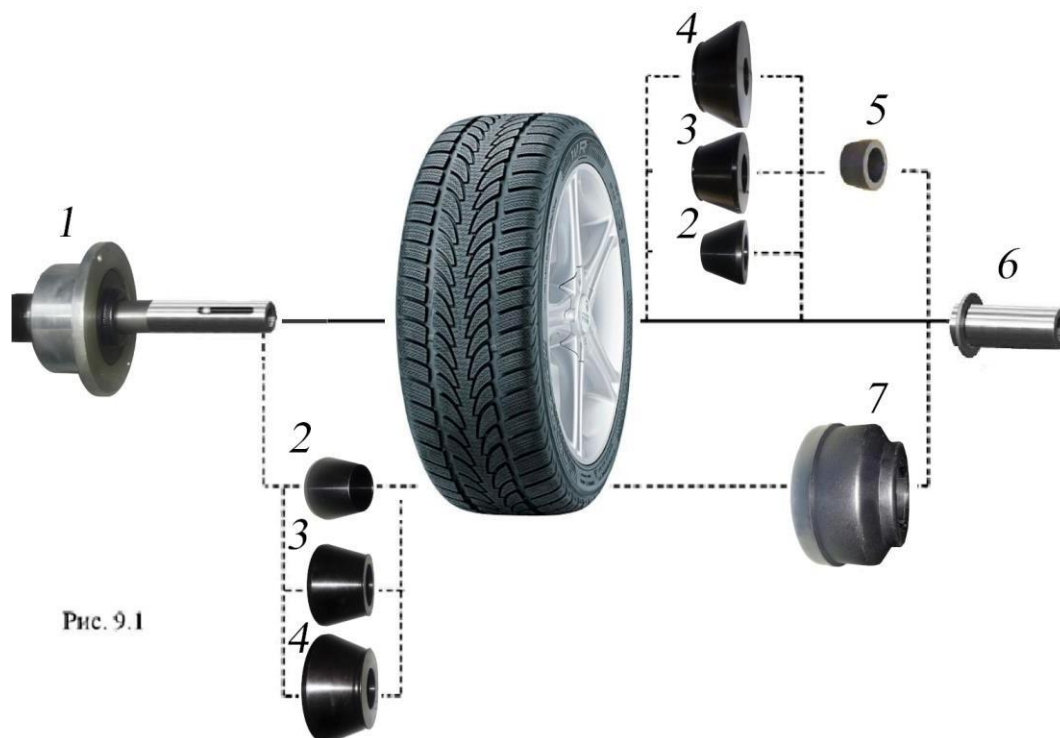

Рис. 9.1
9.2. Балансируемое колесо может быть закреплено на валу СБ двумя способами. В зависимости от конфигурации обода конус может быть установлен как с внешней стороны обода (вариант "а"), так и с внутренней (вариант "б") (см.рис. 9.1)